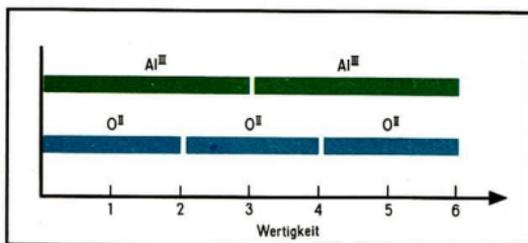

Abb. 43 Im Aluminiumoxid gleichen sich die Wertigkeiten des Aluminiums und die Wertigkeiten des Sauerstoffs aus.
Die Formel einer Verbindung lässt sich aufstellen, wenn die Elemente und die Wertigkeiten, mit denen sie in der Verbindung vorliegen, bekannt sind. Bei Verbindungen aus 2 Elementen entspricht die Gesamtzahl der sich gegenseitig ausgleichenden Wertigkeiten dem kleinsten gemeinsamen Vielfachen der Wertigkeiten der Elemente (Abb. 43). Zum Aufstellen der Formeln wird eine Schrittfolge benutzt. ① ② ③ ④
- ① Ermittle entsprechend dem angegebenen Beispiel (S. 57) die Wertigkeit der Bestandteile in a) Phosphorpentoxid  $P_2O_5$ ; b) Schwefeldioxid  $SO_2$ ; c) Dichlorheptoxid  $Cl_2O_7$ ! Sauerstoff tritt in allen Fällen zweiwertig auf.
- ② Die Gesamtzahl der sich gegenseitig ausgleichenden Wertigkeiten entspricht dem kleinsten gemeinsamen Vielfachen der Wertigkeiten der Elemente. Belege das am Beispiel der Schrittfolge (S. 58) und für die Wertigkeiten der Elemente im Aluminiumoxid  $Al_2O_3$  (Abb. 43)!
- ③ Ermittle nach der Schrittfolge die Formeln von Magnesiumoxid, Zinkoxid, Kohlendioxid! Fertige ferner grafische Darstellungen wie in Abbildung 43, Seite 58 an! Weise nach, daß in allen Fällen die Gesamtzahl der betätigten Wertigkeiten das kleinste gemeinsame Vielfache der Wertigkeiten der Elemente ist!
- ④ Bilde die Formeln folgender Oxide: a) Oxid des Bleis, in dem Blei zweiwertig ist; b) Oxid des Bleis, in dem das Blei vierwertig ist; c) Oxid des Phosphors, in dem Phosphor fünfwertig ist; d) Oxid des Zinns, in dem Zinn zweiwertig ist; e) Oxid des Zinns, in dem Zinn vierwertig ist!